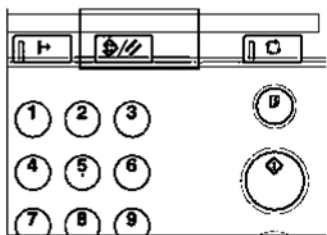
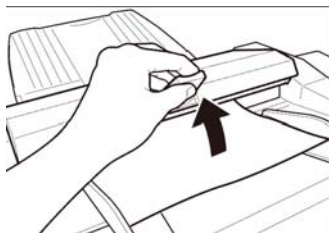

图 5-45 【消除模式/清除】键位置
图 5-46 打开送稿器盖
- ③ 消除故障时，请勿关闭主电源开关；否则，将会消除原有的印刷设置。
- ④ 消除故障后，可按【消除模式/清除】键使错误指示灯复位，其位置如图 5-45 所示。
(2) 解决卡纸故障
- ① 当“”和“P”亮灯时，表示送稿器中出现原稿卡纸，解决步骤如下：
- 打开送稿器盖，如图 5-46 所示；